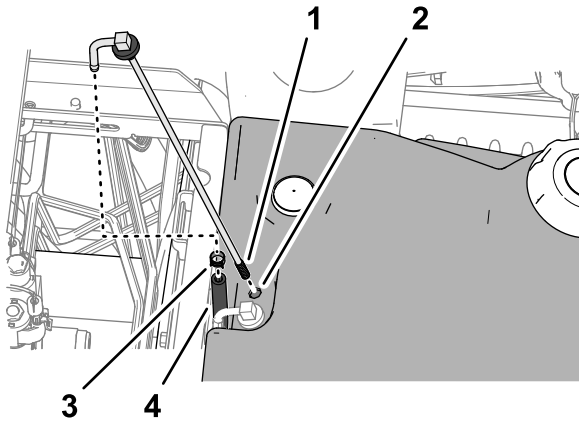

Bild 132
- Entfernen Sie die Schelle, mit welcher der Schlauch am Kraftstoffzulaufschlauch befestigt ist (Bild 132).
- Reinigen Sie das Sieb am Ende des Kraftstoffzulaufschlauchs (Bild 132).